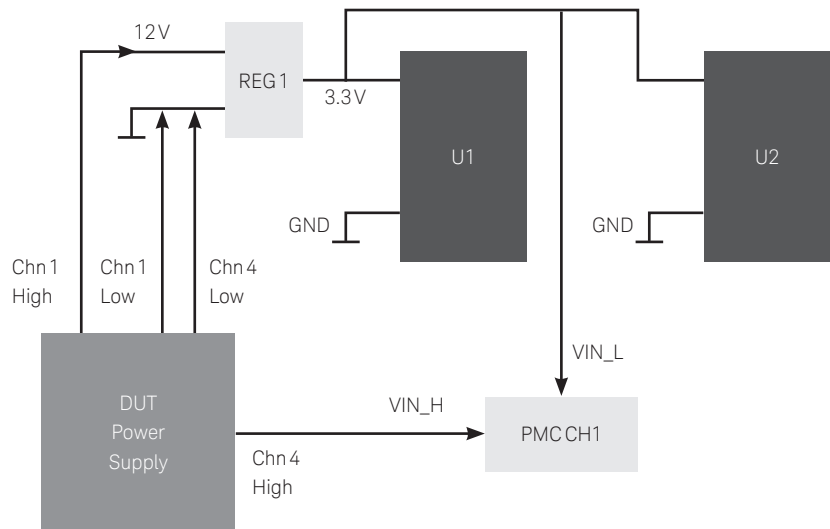

图4. 探测过压的PMC连接
1. 参看图4，选择一个未使用1的DUT电源通道(例如:通道4)，把它的输出高端接到PMC通道1的“Vin_H”。Mint引脚_personality引脚位置为213173。